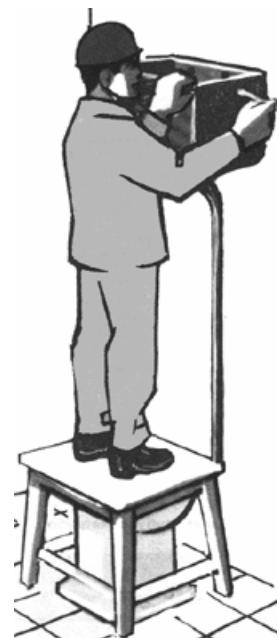

Рис.9
**Разметка места установки крепления (рис.9)**